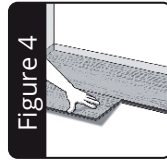

Figure 4
5. Starten Sie die zweite Reihe mit einem Panel das Sie nach Belieben für das gewünschte Verlegungsmuster zurechtschneiden (gekürzte Paneele sollten nicht kürzer als 20 cm sein). Siehe Abbildung 4. Messen Sie die gewünschte Länge des Panels ab und mar-
5. Start the second row with a plank cut to desired length for desired staggered appearance (cut plank should be no less than 20 cm). See Figure 4. Measure the plank for desired length and mark with a pencil. Then score with a utility knife on top of the plank first (several passes) and then snap the plank. You will also need to back cut the under-pad on the bottom of the plank.